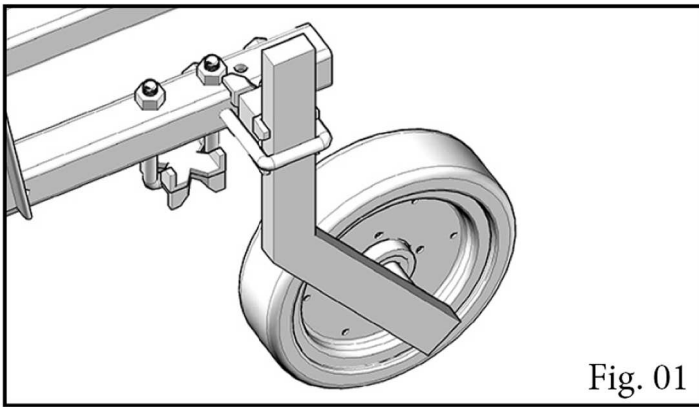

Fig. 01
- \* Shine cubes feeler wheel height every 20 working hours Fig 01.;
- \* Roda limitadora de profundidade *Fig. 01*;
- \* Depth limiting wheel Fig 01.;